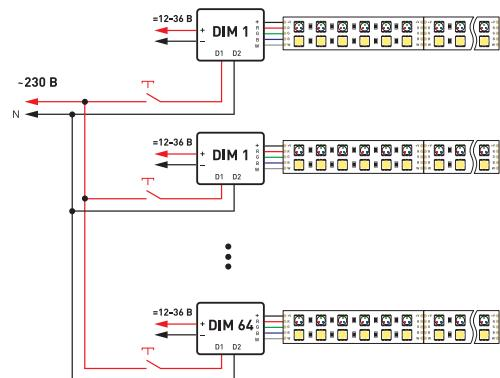

Рисунок 3. Использование управления PUSH DIM.
3.12. При необходимости можно использовать режим управления PUSH DIM [Рис.3].